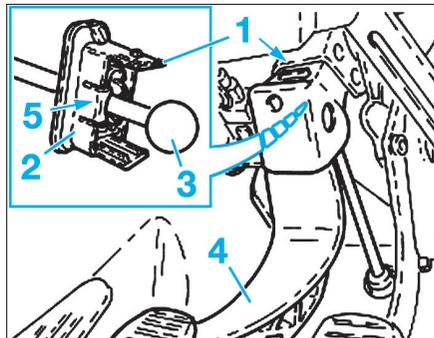

Fig. 2
- Comprimer l'agrafe supérieur (1) du dispositif de retenue (2), puis dégager la rotule (3) de la pédale d'embrayage (4) (Fig.2).
- Agir sur les agrafes (5) et déposer le dispositif de retenue (2).